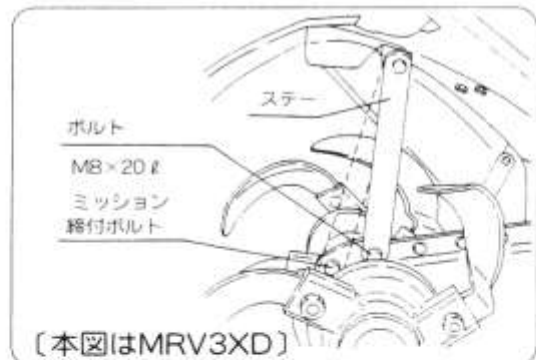

図56
❺ ステアを1段上にセットしてください。(M8×20ℓボルト)(図56)
❻ ミッション締付ボルトを取付てください。(図56)